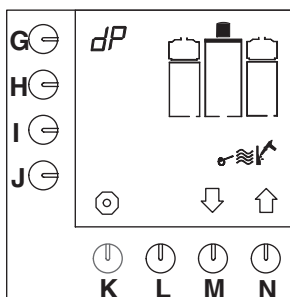

Fig. 18 Start av bryggarsystemets
- Avkalkningsprogrammet visas på displayen (fig. 18).